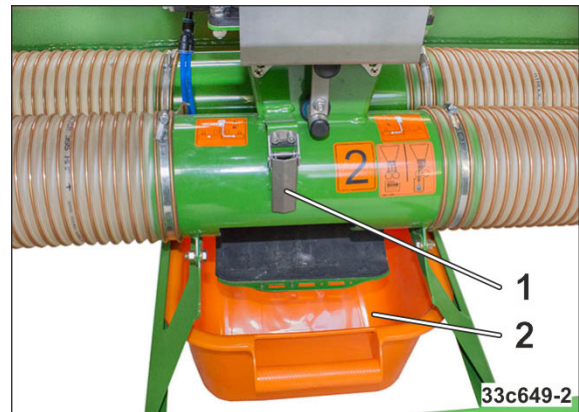

Bild 268
3. Lossa båda spännhakarna (Bild 268/1) och öppna luckorna vid båda matarrören.
- Utsädet faller ner i vridkaret (Bild 268/2).